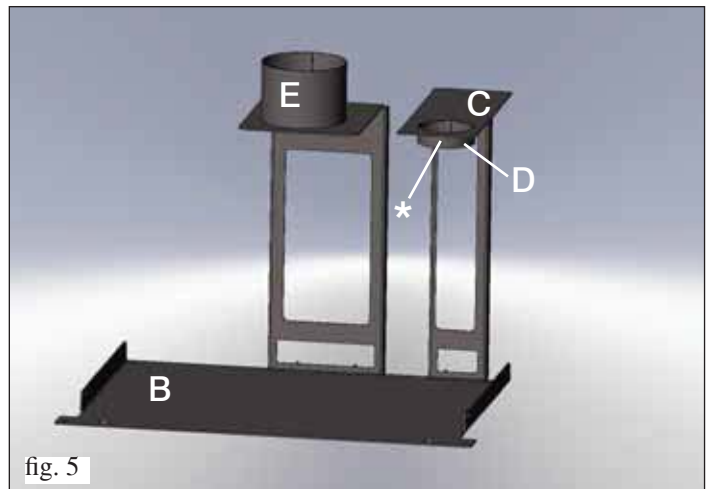

fig. 5
- Cortar el tubo a medida y adaptar el terminal del mismo tubo al collar de la abrazadera de centrado (E fig. 3 al lado y fig. 5 en la pág. 68) y fijarlo por medio de las abrazaderas suministradas.
Ensamblar el kit de facilitación como en la fig. 5.
• Adaptar el tubo de humos en el collar de la abrazadera (**C**) apoyándolo en el tornillo correspondiente (*) (fig. 5).
• Adaptar el tubo de carga pellet en el collar de la abrazadera (**E** fig. 5 al lado y fig. 3 en la pág. 66) fijándolo con la abrazadera suministrada.